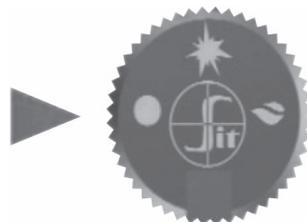

Рисунок 14
10. Поверните ручку управления в положение «Выключено» для прекращения работы изделия (Рисунок 14).